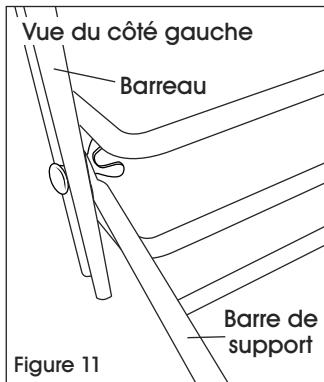

Figure 11
10. Insérez la vis à travers les deux ouvertures du barreau, puis dans le trou de la barre de support. Fixez l'écrou à oreilles à l'arrière de la vis. (Voir Figure 11)